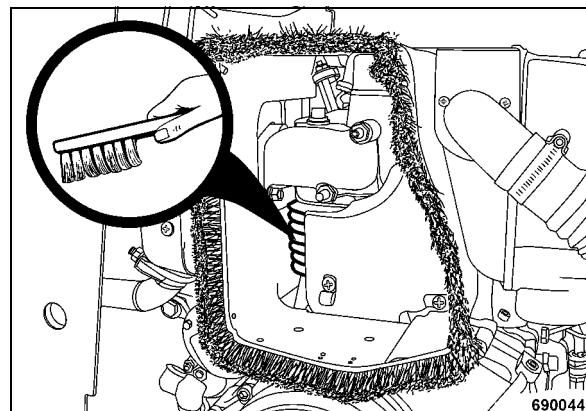

рис. 73
- Очистить ребра охлаждения щеткой (рис. 73).